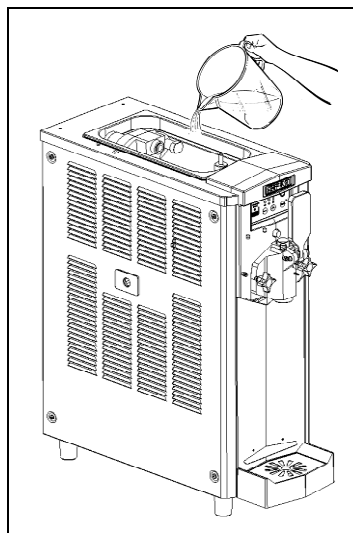

Fig. 32
- Verser 1 litre de produit environ dans le bac supérieur (fig.32) et attendre qu'il s'écoule à l'intérieur du cylindre de congélation.